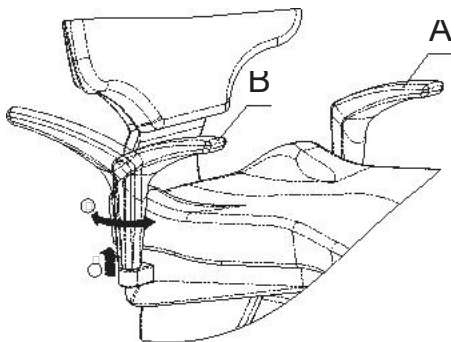

图. 19
需要旋转可选择的扶手 (B)时，必须向上拉它直到旋转机制(外罩内)被解除，允许它进行旋转直到达到轨道限制停下来。需要使扶手回复到其原来的位置时，只需要提升它然后在内部旋转直到其自动锁定。(图. 19).